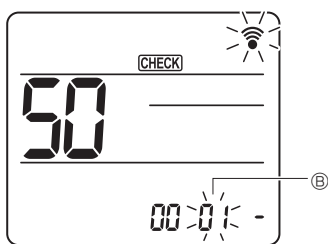

Fig. 6-18
- ③ Seleccione un modo
Pulse el botón [2] para seleccionar el número de modo ②. (Fig. 6-18)